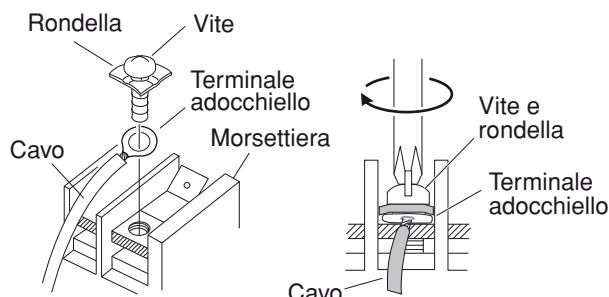

Fig. 32
- (4) Posizionare il terminale sulla morsetteria e fissarlo con la vite rimossa, usando un cacciavite. (Fig. 32)